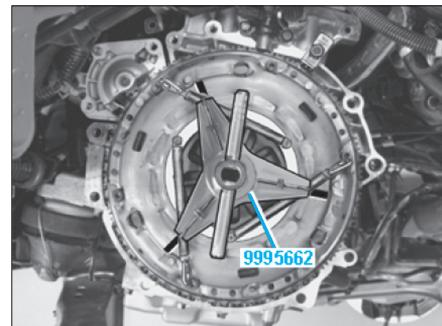

FIG. 5
- Poser les outils [2], et [3] sur l'embrayage (Fig.5).